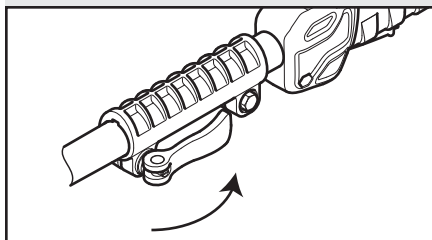

Fig. 2
3. Cuando el mango del accesorio esté introducido por completo dentro del collar de bloqueo, presione la palanca de bloqueo hacia atrás hacia el collar de bloqueo para ajustar y unir el ensamblaje (Fig. 2).